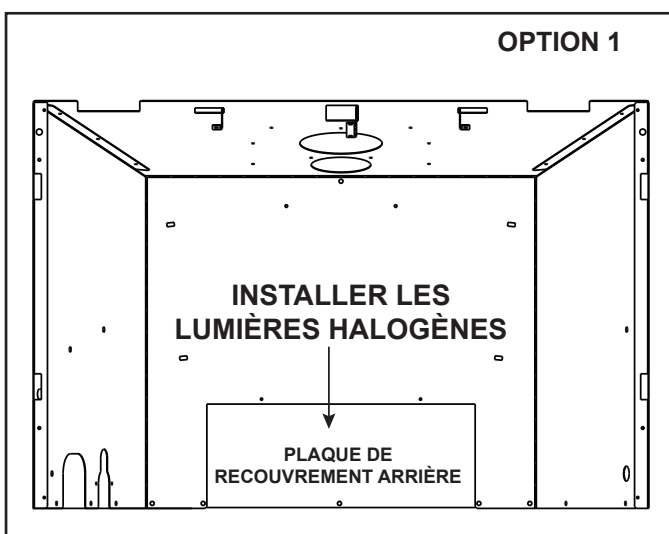

Figure 6.6 Retrait de la couvercle (Option 1)
- Retirez les cinq vis de la plaque de recouvrement arrière. Voir la figure 6.6.